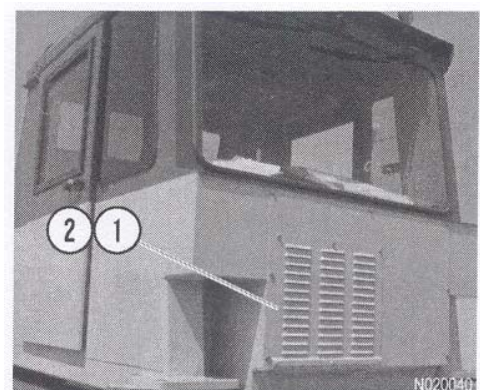

FIGURA 2-4
10. FILTRO DE AIRE DE LA CABINA - Bajo condiciones normales de operación, limpie cada 250 horas. Cuando haya mucho polvo, realice el servicio con la frecuencia necesaria. Limpie el elemento del filtro con jabón suave y agua. Enjuague completamente y seque con aire a una presión máxima de 40 psi (275 kPa). Vuelva a montar el filtro. Consulte la Figura 2-4.